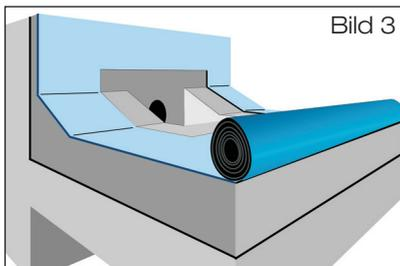

Bild 3
- 5.2.2 Schiebeflansch DN 100, mit Anschlussmanschette bzw. Schiebeflansch mit Klemmflansch mit Kompressionsdichtungen) mittels Schlitzschraubenzieher befestigen (Bild 3).
- 5.4.3 **Dachdichtungsbahn Bitumen:** Erste Lage der **Dachdichtungsbahn** über Attikaablauf ausrollen und im Bereich des Klebeflansches aussparen (Bild 3).